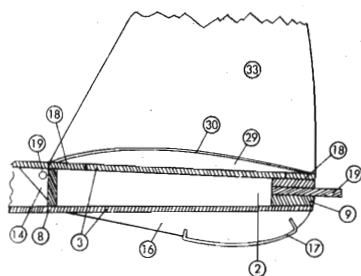

Fig. 558. Coda della fusoliera in sezione.
Incolliamo ora la parte (15), montiamo la parte (19), dopo aver chiuso con un cuneo di balsa la poppa della fusoliera. Incolliamo poi, sotto la poppa, il pezzo (16) per il pattino e proteggiamo il suo bordo inferiore con un pezzetto di filo d'acciaio (17) che, dopo averlo piegato nel modo esatto, installeremo e fisseremo con collante duro (fig. 558). Dopo aver tagliato, superiormente nella poppa della fusoliera, due aperture, inseriamovi due strisce (18) come base per i timoni.